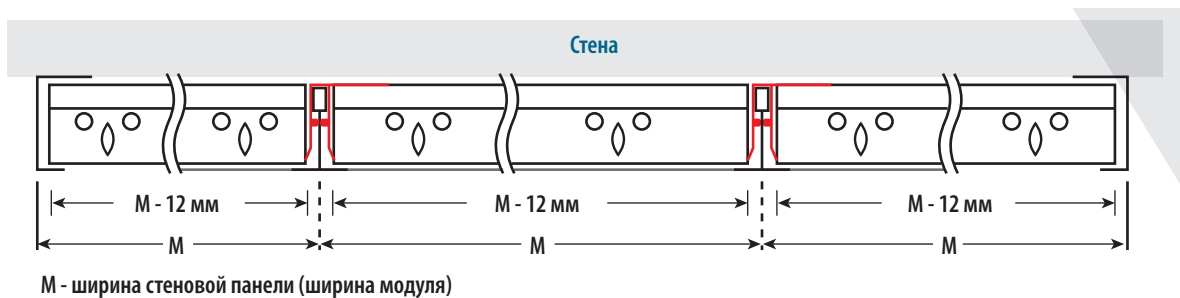

Рис. 9
- 2.4.** Окончательно зафиксируйте панели при помощи T24-профиля. При верном размещении должен прозвучать щелчок "Клик". Стыковка П-профиля и T24-профиля должна быть осуществлена внахлест. Горизонтальные T24-профиля должны быть обрезаны до размера М-12 мм (Рис. 9).